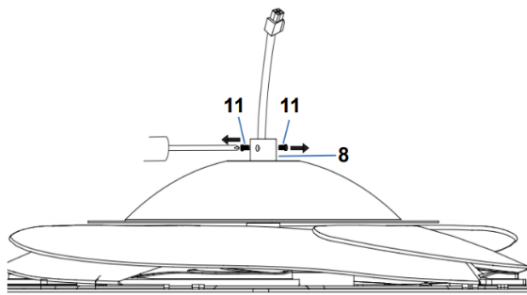

Fig. 4.2
2. Afloje el juego de tornillos (11) del tubo de acoplamiento del tubo colgante (8). (Fig. 4.2)